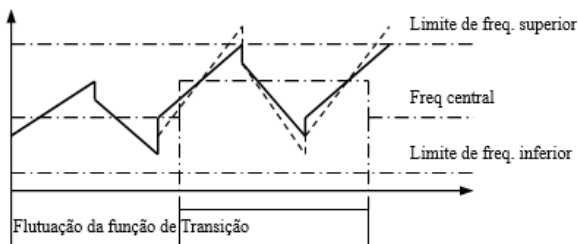

Fig.6-25 Flutuação da função de transição
- 19 : Limite superior/inferior da freq. de transição atingido. Após selecionar a função de transição, o inversor envia um sinal caso a frequência flutuante baseada na freq. central da função exceder os limites superior e/ou inferior ajustados em P0.19 e P0.20, conforme mostra a Fig. 6-25.
Esta função complementa a função 1 da Tabela 6-6. Quando a frequência de saída ultrapassar o valor superior/inferior definido, será enviado um sinal de saída, conforme mostra a Fig.6-25.